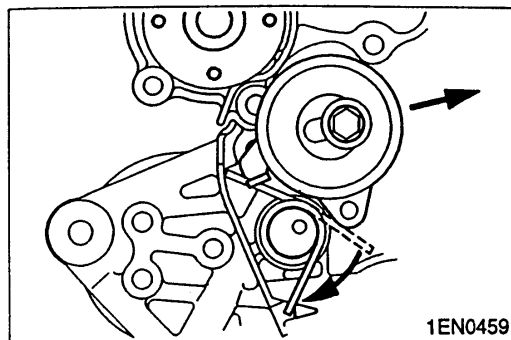

图 3-11
- c. 夹住张紧器弹簧的另一伸长端, 并如图 3-11 所示将它钩到机油泵壳体凸耳上。
- d. 以图 3-11 所示方向移动正时皮带涨紧器, 临时涨张紧皮带。
(3) 正时皮带的安装